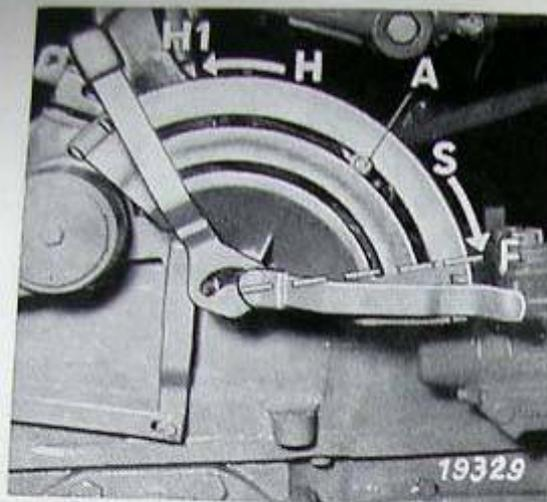

Bild 43
Zur Einstellung des Freiganges wird der Steuerhebel H 1 (Bild 43) bis zum Endanschlag des Segmentsbogens nach unten gebracht (F).